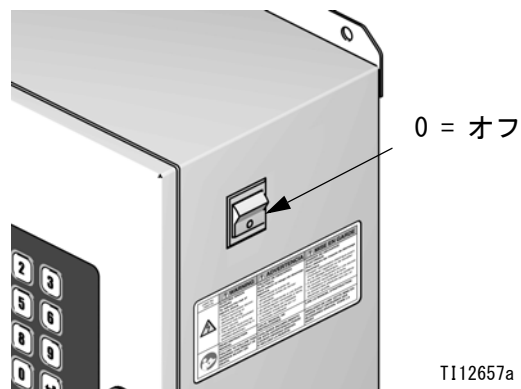

図 14: 電源オフ
3. ProMix 2KS の電源を切ります (0 位置)。図 14。